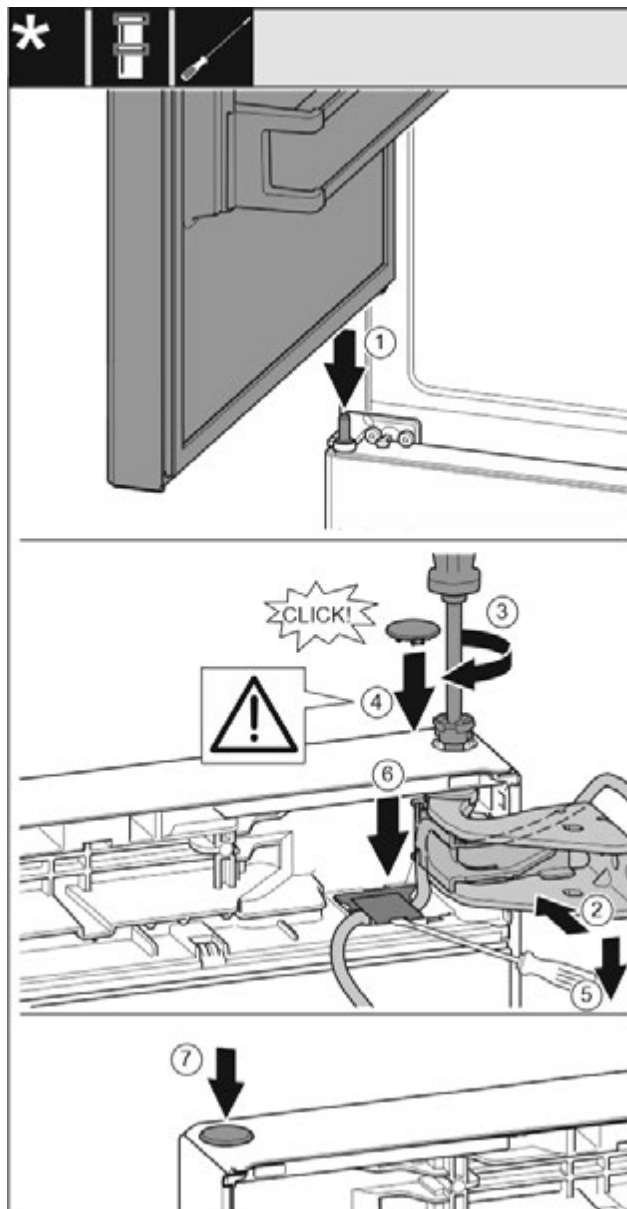

Fig. 33
- ▶ Встановлення верхніх дверцят на середній опорний палець Fig. 33 (1)
- ▶ Вирівняйте дверцятя зверху по отвору в опорному кронштейні. Fig. 33 (2)
- ▶ Вставте палець та закрутіть за допомогою викрутки T15. Fig. 33 (3)
- ▶ Встановіть захисну кришку для захисту дверцят: вставте захисну кришку і проконтролюйте, щоб вона прилягала до дверцят. Якщо це не так, повністю вставте палець. Fig. 33 (4)
- ▶ З допомогою шліцевої викрутки підняти і витягнути кришку. Після цього вставити кабель під. Fig. 33 (5)
- ▶ Знову вставити кришку та натиснути донизу, поки вона не зафіксується. Fig. 33 (6)
- ▶ Вставте пробку. Fig. 33 (7)